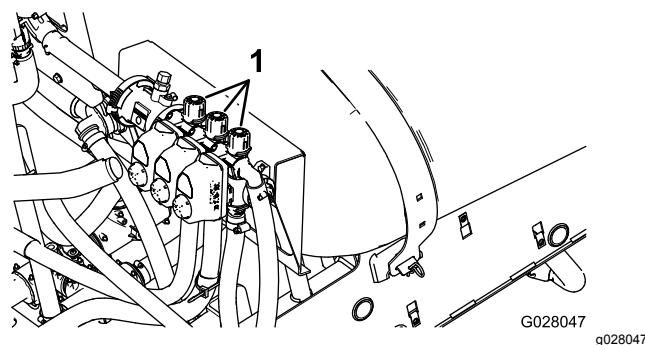

Figura 86
4. Ajuste a válvula de derivação da secção direita (**Figura 86**) até que a leitura da pressão se encontre no nível previamente ajustado (habitualmente 2,75 bar).
6. Ajuste a válvula de derivação da secção central (**Figura 86**) até que a leitura da pressão se encontre no nível previamente ajustado (habitualmente 2,75 bar).
2. Desligue o interruptor de secção esquerda e ajuste a válvula de derivação de secção esquerda (**Figura 86**) até que a leitura da pressão se encontre no nível previamente ajustado (habitualmente 2,75 bar).